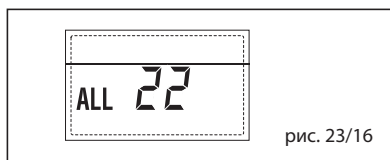

рис. 23/16
– **НЕПОЛАДКА ПОЛОМКИ ДАТЧИКА ПОДАЧИ ВТОРОЙ СМЕШАННОЙ ЗОНЫ “ТРЕВ 23”** (рис. 23/17)